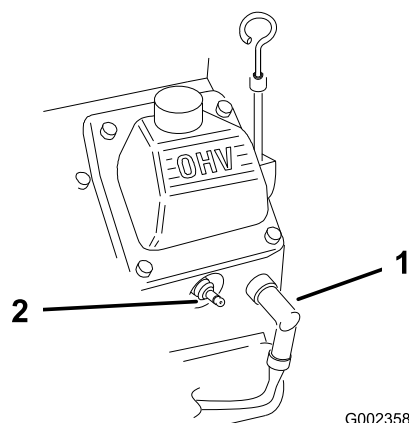

Рисунок 20
- Отсоедините провода от свечей зажигания (Рисунок 20).